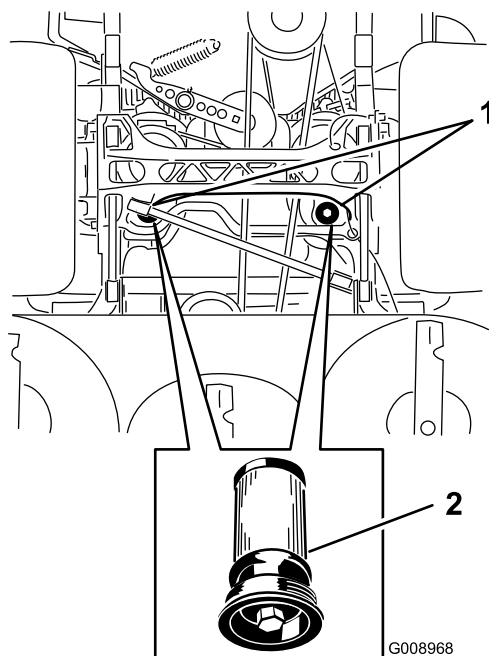

Figure 84
5. Placez un bac de vidange sous le filtre, retirez le filtre usagé et essuyez la surface (Figure 84).
6. Appliquez une fine couche d'huile hydraulique sur le joint en caoutchouc du filtre de rechange (Figure 84).